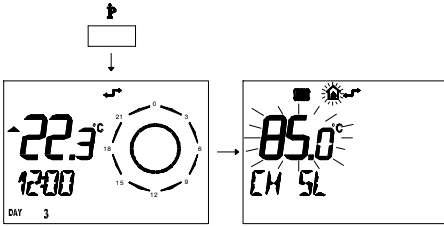

fig. 5.27
- 1 Premere per più di 3 secondi il pulsante  per entrare in modalità **INFO**. (fig. 5.27)